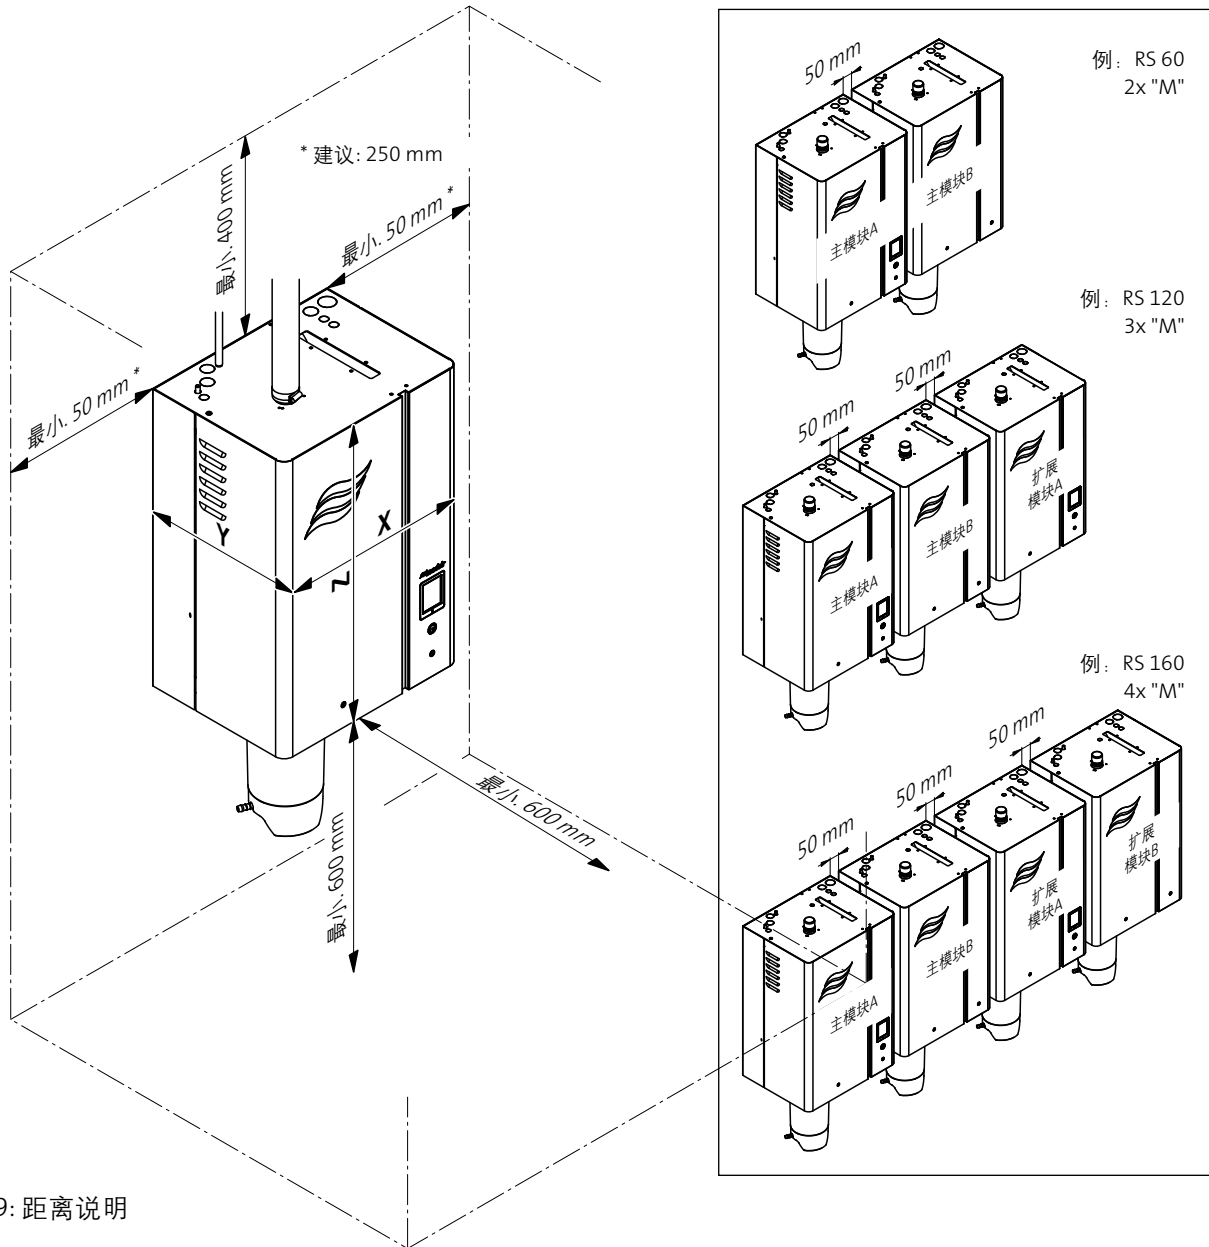

图9: 距离说明
- 为了便于维护, Condair RS 安装应易于接近并有足够空间。图9 所示的最小距离必须保证。
- 为了使用双机和多机系统提供的电缆, 各单元必须安装在同一高度, 单元间最大距离为 50 mm 并按图9所示的次序安装。